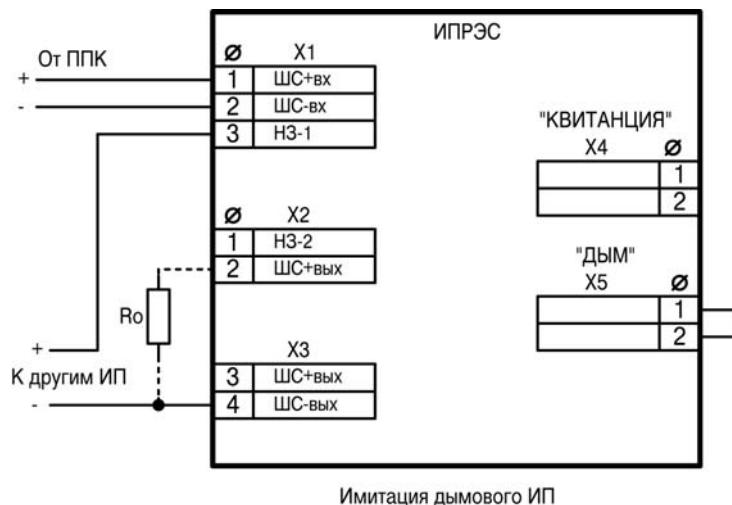

Рисунок. 6.3
6.3.5.Схема подключения извещателя в варианте 2 приведена на рис.6.3.